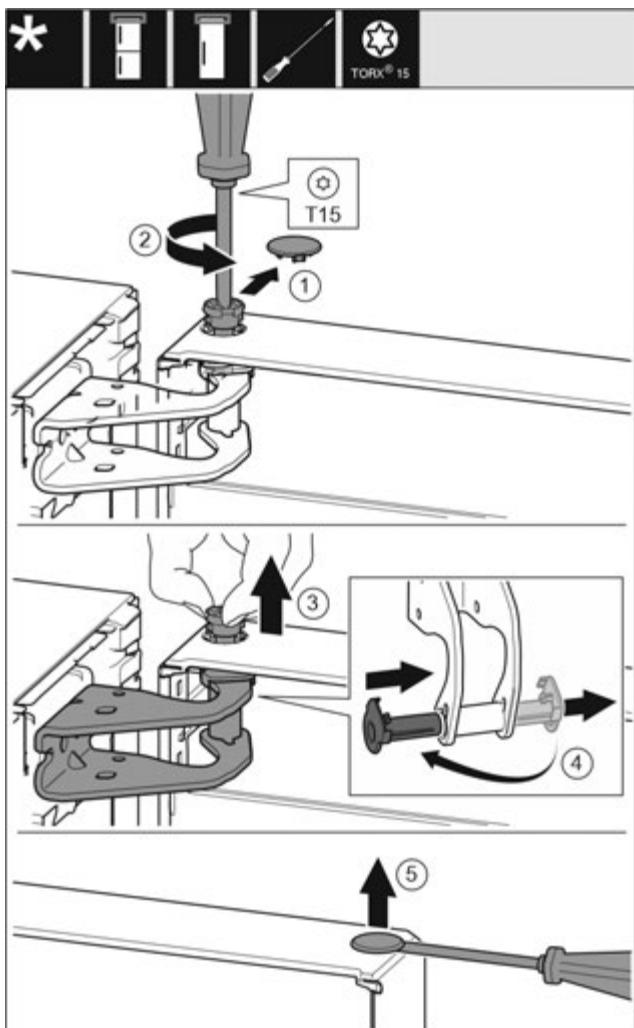

Fig. 9
- Обережно зніміть запобіжну кришку. Fig. 9 (1)
- Трохи викрутіть гвинт за допомогою викрутки T15. Fig. 9 (2)
- Притримуйте дверцята і витягніть палець руками. Fig. 9 (3)
- Витягніть із напрямної опорну втулку. Встановіть і зафіксуйте з іншого боку. Fig. 9 (4)
- За допомогою шліцевої викрутки обережно підйміть пробку із опорного втулка дверцят та витягніть її. Fig. 9 (5)